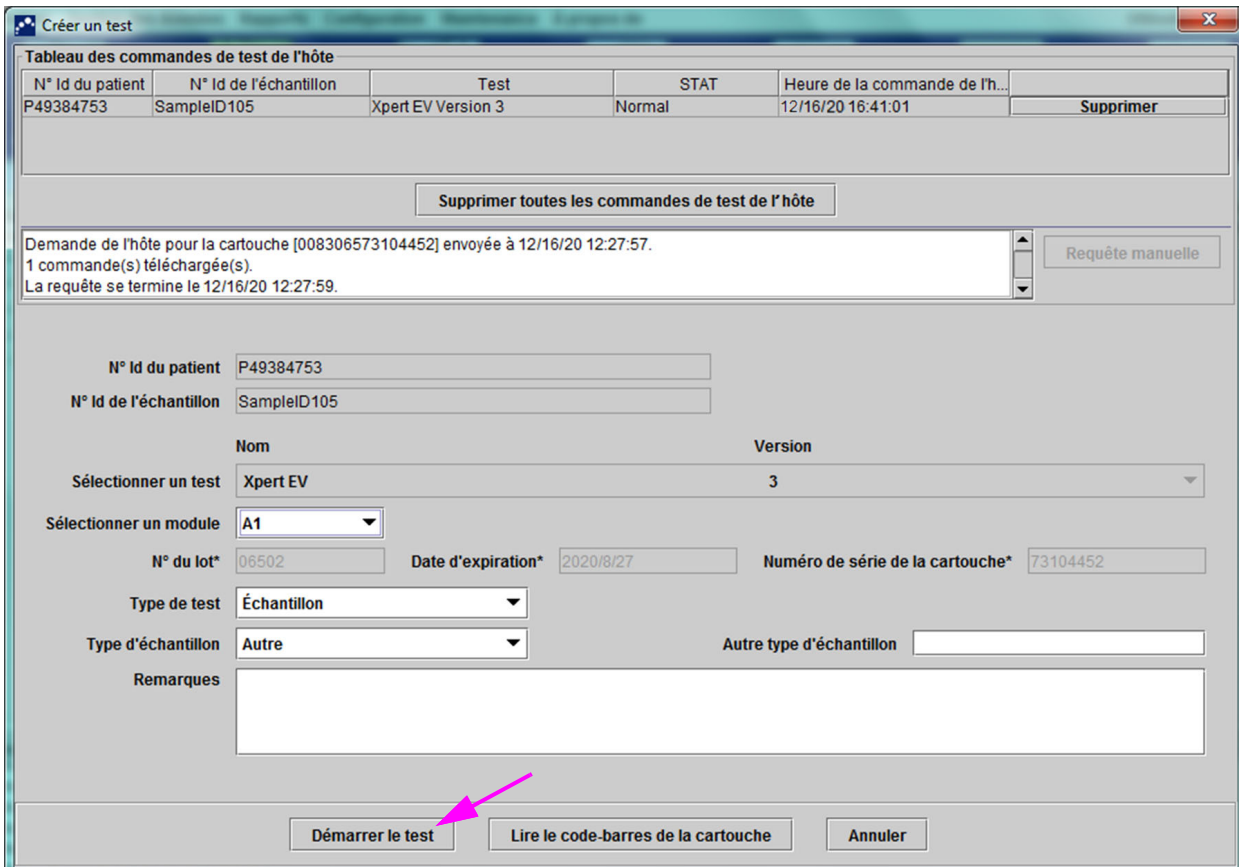

Figure 5-115. Écran Créer un test, montrant la requête de cartouche terminée
Le système GeneXpert Dx va effectuer des requêtes sur le système Cepheid Link pour vérifier que la commande existe sur le système. Si la commande existe, elle sera téléchargée vers le système GeneXpert Dx. (voir la Figure 5-115).
4. Dans la section **Tableau des commandes de test de l'hôte**, (voir la Figure 5-115), passez en revue la commande. Saisissez si nécessaire des informations ou des remarques supplémentaires, puis sélectionnez le bouton **Démarrer le test**. L'écran d'accueil du GeneXpert apparaît, affichant un message demandant de télécharger la cartouche dans le module, qui est mis en valeur en vert. Voir la Figure 5-116.